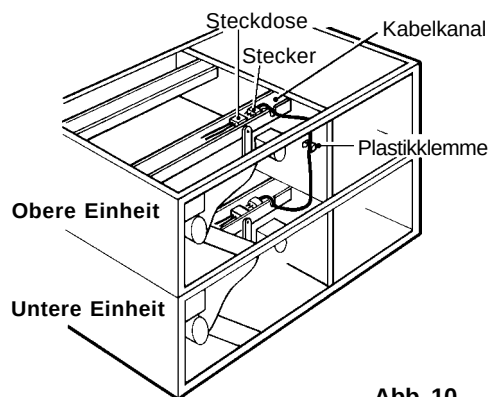

Abb. 10
- 15) Im Kabelkanal der unteren Einheit befindliche Kabel, die in Schritt 10) ausgesteckt wurden, (mit 3-Wege-Stecker) mit denen der oberen Einheit verbinden. Kabel mit mitgelieferter Plastikklammer sichern. Plastikabdeckung wieder aufsetzen. Siehe Abb. 10.